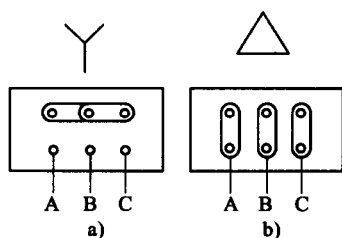

图 1—6 电动机的接线方法
1) 焊机的电动机在接入三相外电源前，必须注意外电源的电压和电动机相应的接线方法。当外电压为 380 V 时，电动机应取“Y”接法（又称星形接法）；外电压为 220 V 时应取“△”接法（又称三角形接法），如图1—6所示。